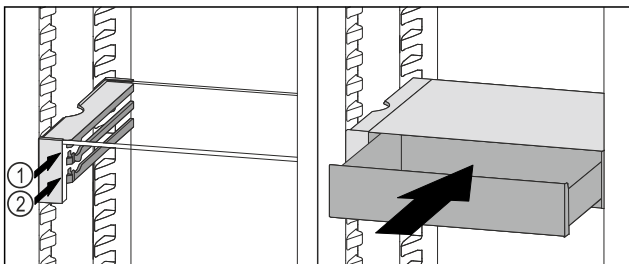

Fig. 235
- Placer le tiroir VarioSafe derrière les butées sur la nervure désirée Fig. 235 (1) ou Fig. 235 (2).